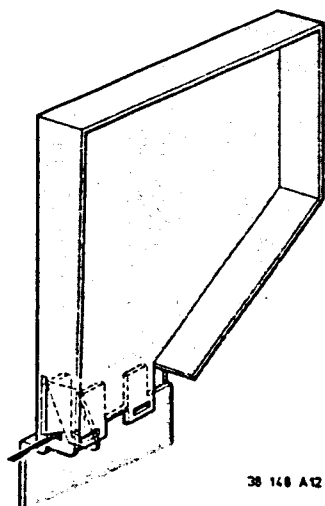

Fig. 3-1-4
- Gehäuse in senkrechter Lage durch Biegen des Blechlappens fixieren (Abb. 3-1-4).